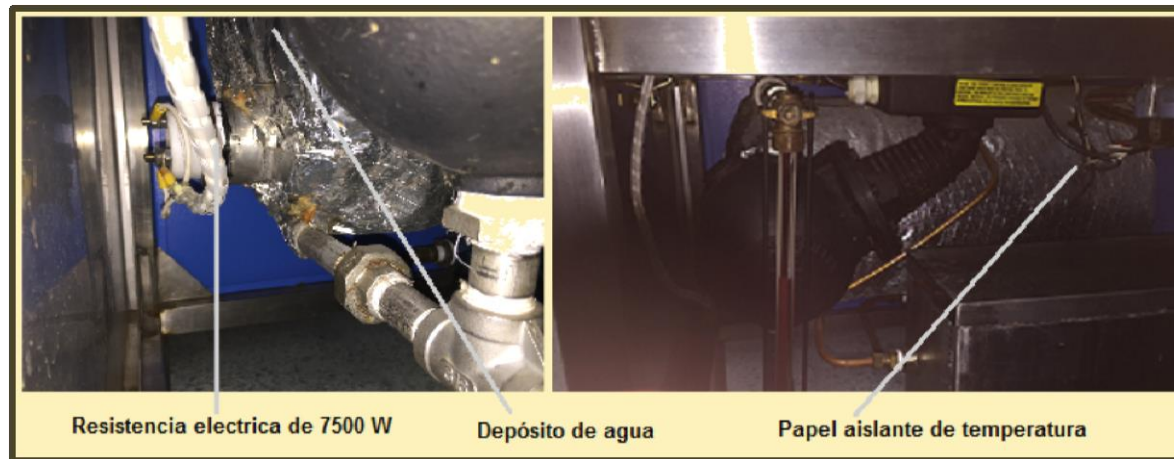

Imagen 6. Calderín Fuente: Autores del trabajo
De acuerdo a la imagen 6 se desconectan los terminales eléctricos y se retira la resistencia, posteriormente se proceder a inspeccionar visualmente el estado interno del calderín (L) , si este presenta residuos en su interior, será necesario lavarlo a presión. Cortar el suministro eléctrico y descargar previamente el calderín.